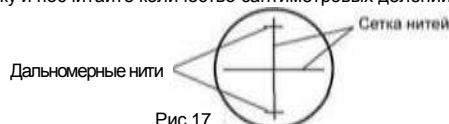

Рис.17
- 1) Наведитесь на рейку и посчитайте количество сантиметровых делений (l) между двумя дальномерными нитями (Рис.17).